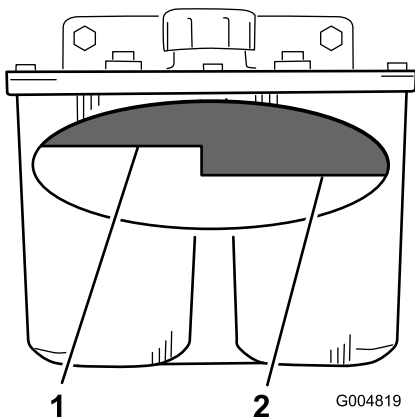

Figure 69
2. Nettoyez la surface autour du goulot de remplissage du réservoir hydraulique (Figure 69).
3. Enlevez le bouchon du goulot de remplissage et vérifiez si le réservoir contient du liquide (Figure 69).
Remarque: Lorsque l'huile est chaude, le niveau de liquide doit atteindre le haut du repère « à chaud » sur le déflecteur (Figure 69).